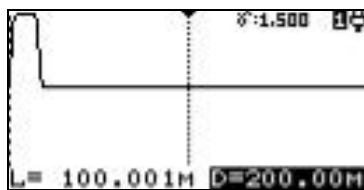

Рисунок 9
6.3.8 Изменение диапазона измерения расстояния производится кнопками "ДИАПАЗОН" < , > в пределах от 12,5 до 25600 м (рисунок 9).